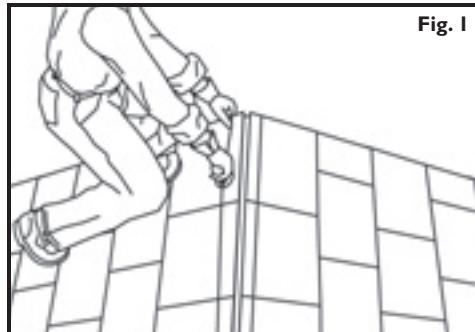

Fig. 1
1. Using a chalk line, mark out $1\frac{1}{4}$ " on both sides of the ridge as a guide for cutting a slot in the top of the ridge. **See Fig. 1.**
1. Trace líneas con tiza de modo de dejar $1\frac{1}{4}$ pulg. de cada lado de la cumbre y utilizarlas como guía para cortar una ranura en su parte superior. **Consulte la Fig. 1.**